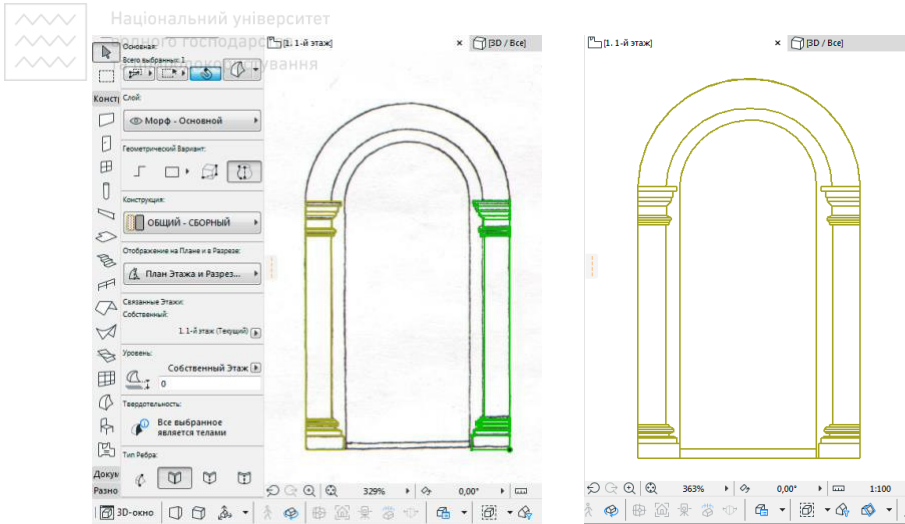

Рис. 11
4. Створюємо копію колони, робимо її дзеркальне відображення і паралельно переміщуємо на протилежну сторону. Домальовуємо замкнуті площини інструментом “Морф” і видавлюємо їх по висоті на 200 і 100 мм (рис. 11).